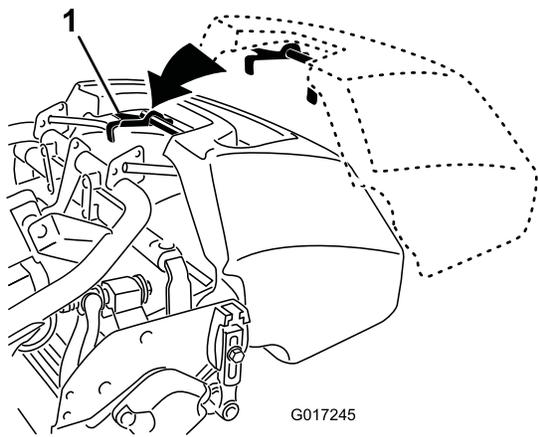

Figura 17
1. Agarre no cesto pela pega (Figura 17).
2. Oriente o rebordo do cesto entre as placas laterais da unidade de corte e sobre o rolo frontal (Figura 17).
3. Instale os ganchos do cesto por cima do arco da estrutura (Figura 17).